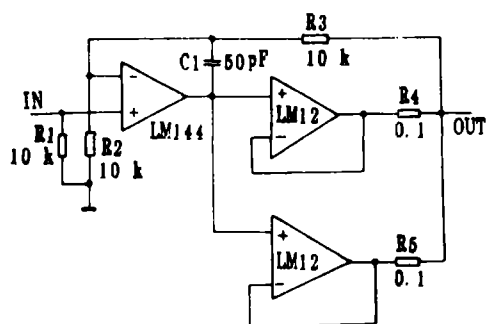

图 6
4. **并联运用** 见图6,当负载超出一只LM12的输出能力时,可采用 (下转第42页)